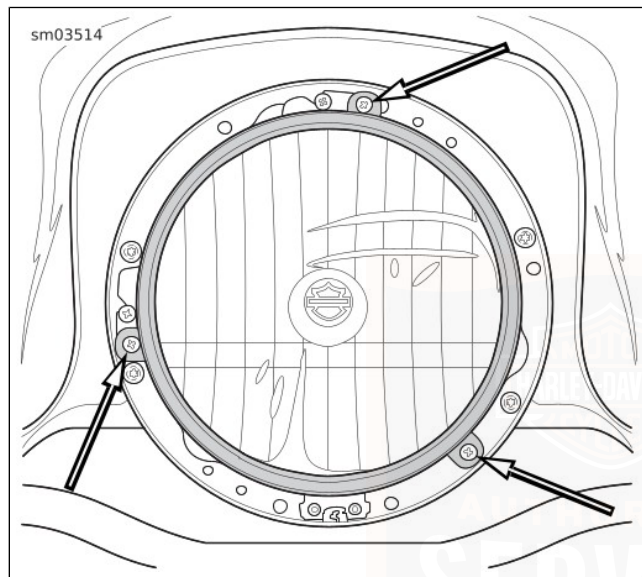

Figura 62. Viti di ritegno del faro anteriore (tipica)
2. Vedere Figura 62. Rimuovere le viti che fissano il faro anteriore.